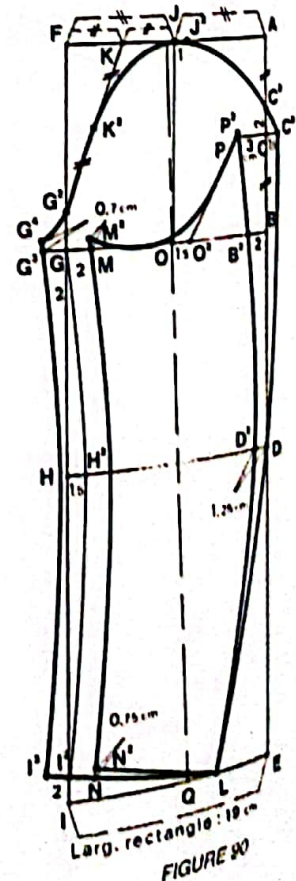

FIGURE 90
TRACE DE LA MANCHE (FIG. 90)
- Pour obtenir le tracé du dessus de col, prière de se reporter à la rubrique réservée aux différents cols de la jaquette, figures 26 à 32. Quant à la manche, elle se trace exactement comme celle de la base (fig. 90).